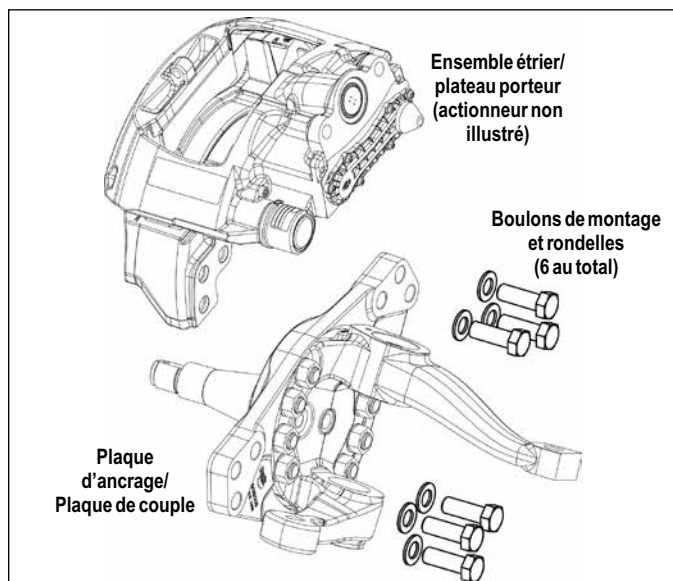

FIGURE 42 - POSE AXIALE DE L'ENSEMBLE ÉTRIER/PLATEAU PORTEUR
- 5.3.5 Déconnecter le ou les tuyaux d'air du récepteur de frein. Cf. Figure 42. Supporter le frein à disque pneumatique par les moyens nécessaires, enlever les six (6) boulons de montage qui fixent le frein à la plaque d'ancrage et déposer l'ensemble étrier/plateau porteur du véhicule.